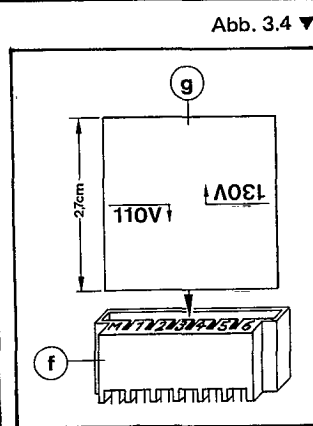

Abb. 3.4 ▼
- Platte ⑦ so drehen, daß der Aufdruck der verfügbaren Netzspannung (z. B. 110 V~) links unten über der 1 auf der Steckleistenseite der Steckfassung ⑤ erscheint (Abb. 3.4).
- Platte ⑦ einschieben und Gehäuse wieder zusammenschrauben.